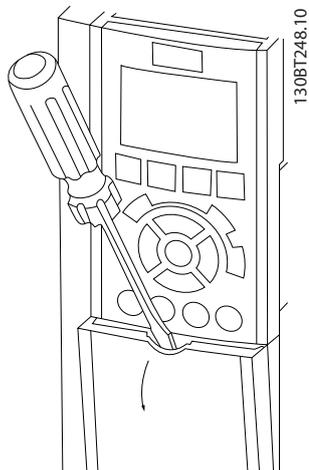
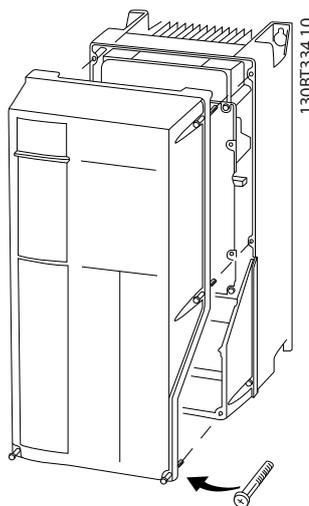

図 4.3 IP20 と IP21 エンクロージャーの配線アクセス
図 4.4 IP55 と IP66 エンクロージャーの配線アクセス
- スクリュードライバーでカバーを取り外します (図 4.3を参照)。または、あるいは、ネジを緩めてカバーを取り外します (図 4.4を参照)。